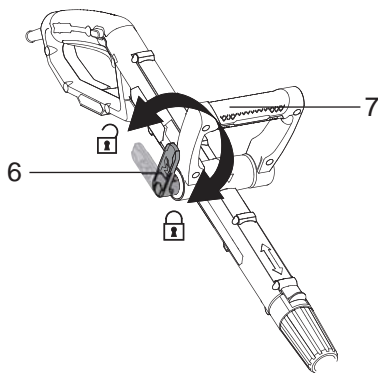

Fig.6
- > Coloque o parafuso (6) e rode-o para a direita para fixar a pega auxiliar (7) (Fig.6).